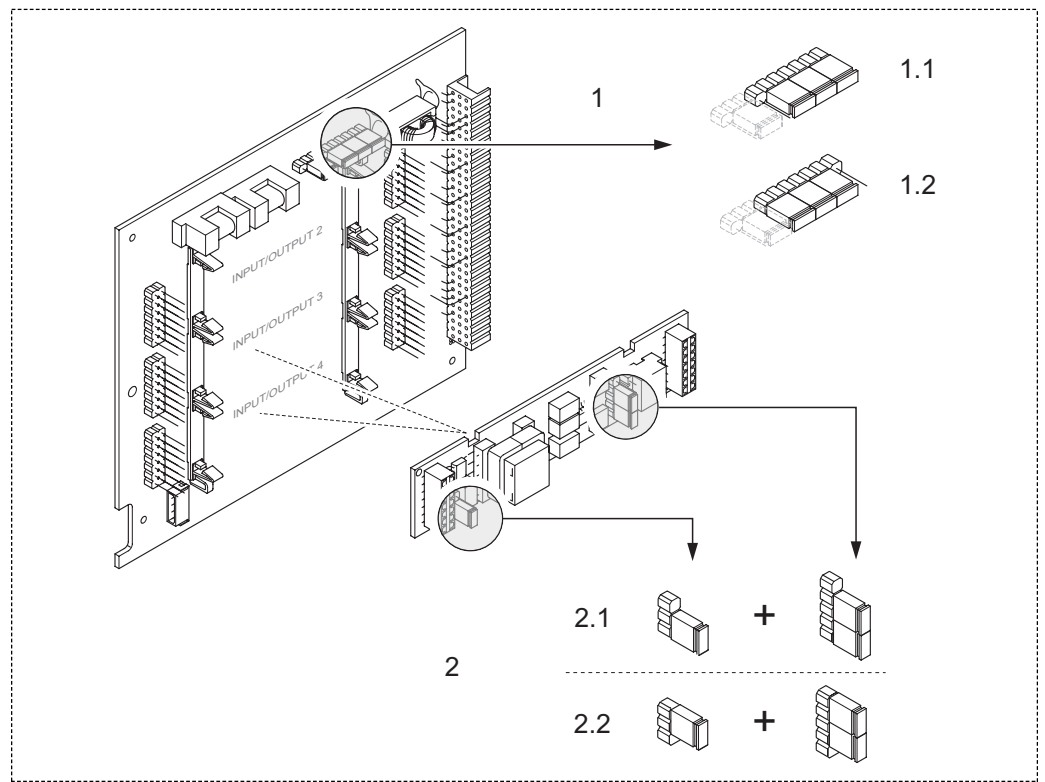

Fig. 34: Configuración de las salidas de corriente mediante puentes de conexión (tarjeta E/S de asignación flexible)
3. Coloque los puentes de conexión → Fig. 34